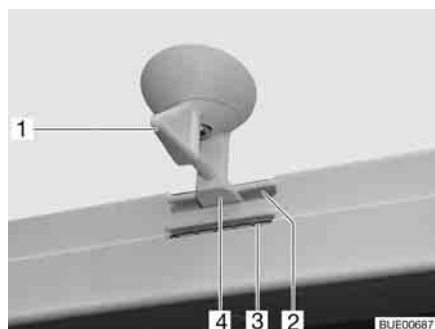
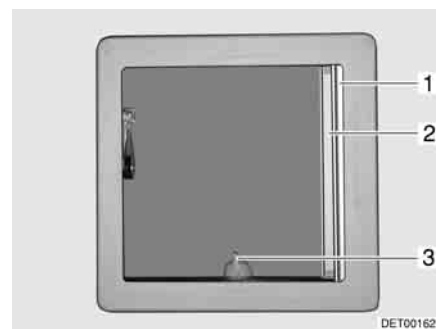

Fig. 32 Oblò inclinabile, bloccaggio
Fig. 33 Oblò inclinabile
- Ruotare la leva (Fig. 32,1 o Fig. 33,3) di un quarto di giro.
- Girare la leva di un quarto di giro. Il bloccaggio (Fig. 32,4) deve entrare nella feritoia inferiore (Fig. 32,3).
- Girare la leva di un quarto di giro. Il bloccaggio (Fig. 32,4) deve entrare nella feritoia superiore (Fig. 32,2).
- Tirare la tendina oscurante pieghevole (Fig. 33,1) fino alla posizione desiderata e rilasciare. La tendina oscurante pieghevole rimane in questa posizione.
- Estrarre la zanzariera a rullo (Fig. 33,2) fino a quando non scatta il bloccaggio dalla parte opposta.